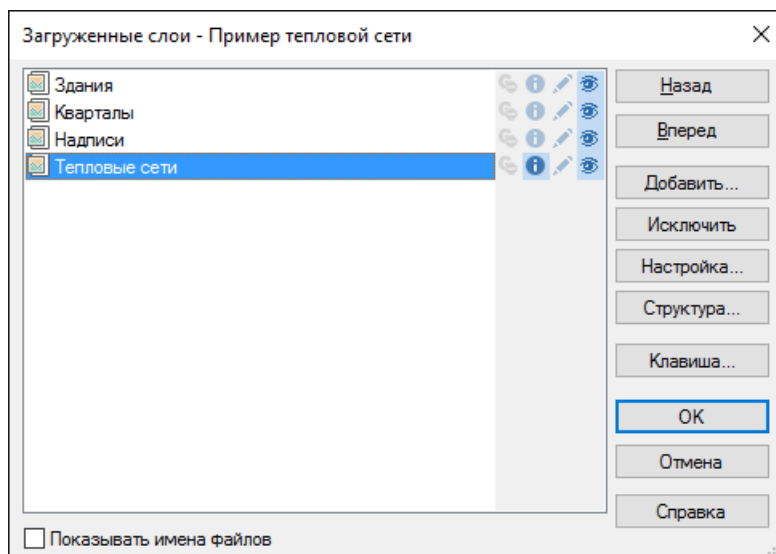

Рисунок 16.3. Диалог выбора слоя
2. Нажмите кнопку Слой... и в появившемся диалоговом окне (Рисунок 16.3, «Диалог выбора слоя») с помощью левой кнопки мыши выберите слой тепловой сети.